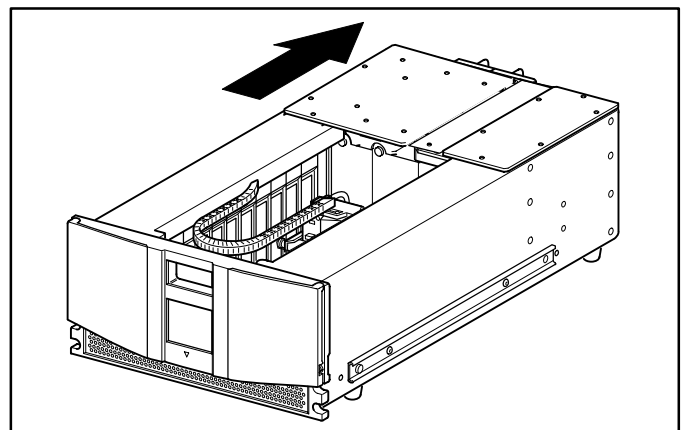

図9: カバーの取り付け
15. カバーがユニットの上で水平になったら、後ろの方にスライドさせて、ネジ穴を合わせます。図9を参照してください。